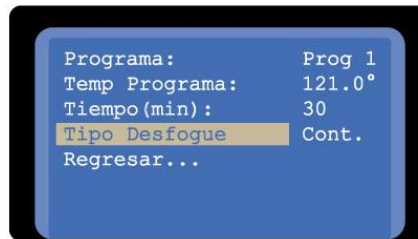

Figura 8
9. Para cambiar el tipo de desfogue, pulse la tecla DECREMENTAR y baje al renglón “Tipo Desfogue” (figura 8) pulse la tecla ENTER, el parámetro “Cont.” se pondrá intermitente, con la tecla INCREMENTAR o DECREMENTAR seleccione el tipo de desfogue requerido según su proceso. Para procesos de esterilización que contengan líquidos es recomendable que el desfogue sea intermitente, debido a que el proceso de esterilización el líquido se evapora y genera gases por lo cual un desfogue continuo podría causar que el líquido a esterilizar también salga de la cámara.